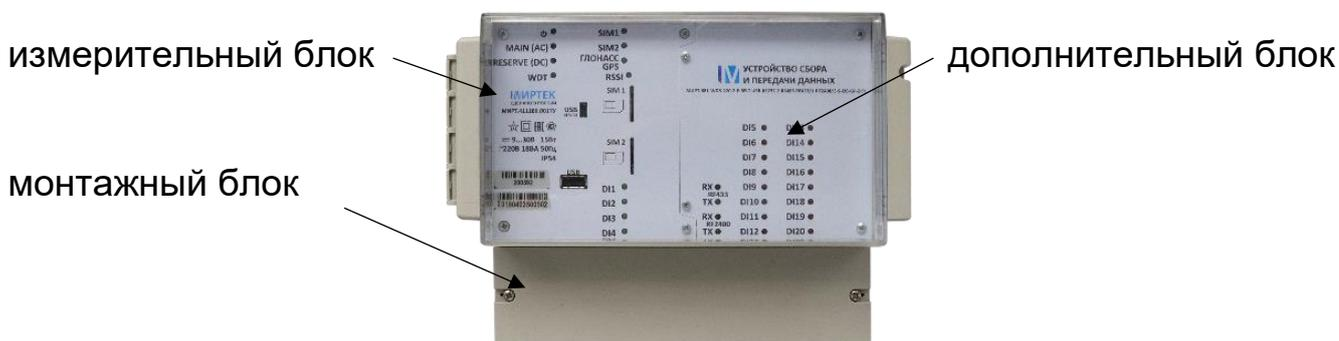

Рис.1
3.3.2 УСПД функционально разделен на 3 блока: измерительный, дополнительный и монтажный (см. рис. 1).